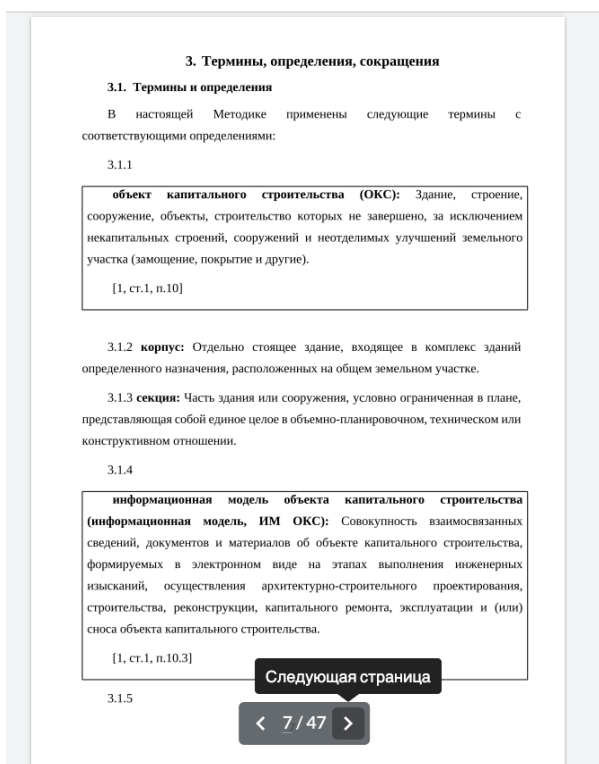

Рисунок 32. Переключатель.
- 2) Для удобства просмотра при наведении курсора на нумерацию страницы предусмотрен переключатель (Рисунок 32)